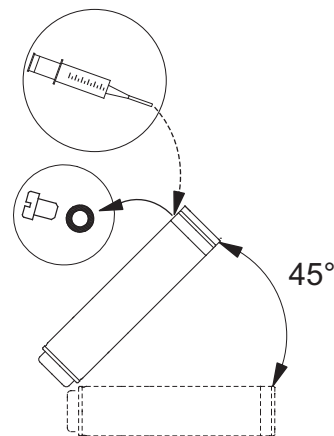

Рис. 3 Положение двигателя при заполнении – MS6 и MS 6000
- В случае если двигатель поставляется со склада, необходимо проверить уровень жидкости электродвигателя перед монтажом двигателя на насосе. См. рис. 3.
- При проведении сервисных работ уровень необходимо проверять. См. рис. 3.
1. Расположить погружной насос, как показано на рис. 3. Служащая для заполнения жидкостью полая шпилька должна находиться в наивысшей точке электродвигателя.
3. С помощью заправочного шприца заливать в электродвигатель жидкость, рис. 3, пока она не начнёт вытекать через заливочное отверстие.